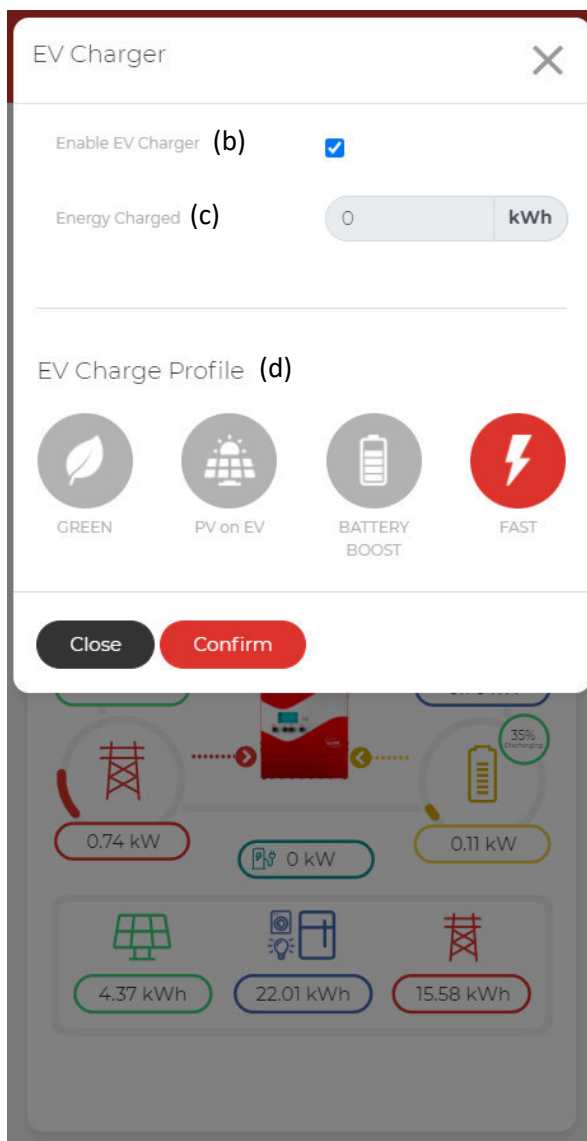

Fig.30 – Controllo carica
Cliccando sull'indicatore di potenza istantanea descritto al precedente paragrafo, è possibile attivare e disattivare la carica (b), visualizzare il contatore di energia caricata (c) e selezionare il profilo di carica (d) (vedi Fig.30).
N.B. In caso di installazioni in configurazione DC del Leonardo PRO X, la potenza massima caricata nel veicolo elettrico è limitata alla potenza nominale dell’inverter in caso vengano selezionati i profili 1. Green, 2. PV on EV e 3. Battery Boost. Per attivare uno dei profili basta cliccare sulla rispettiva icona, come mostrato in Fig.30.